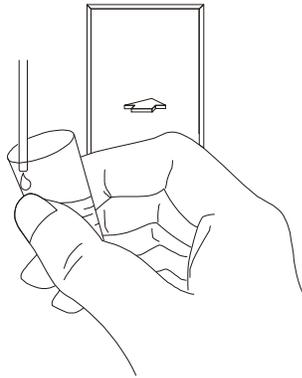

Рисунок 6-4 Как диспенсировать дилуэнт
4. Поднесите чистый стаканчик для проб к пробозаборнику и убедитесь, что стаканчик под наклоном относительно пробозаборника, как показано на **рис. 6-4**, чтобы не пролить жидкость и избежать появления пузырей. Нажмите кнопку аспирации, чтобы диспенсировать 0.7мл дилуэнта (уровень диспенсирования контролируется анализатором) в стаканчик.